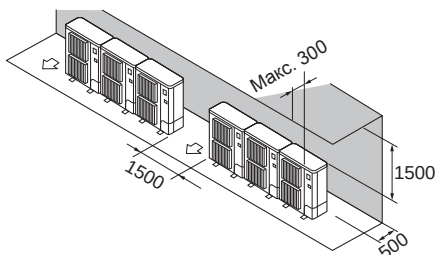

Fig. 2-9
- ② Перешкоди лише ззаду та зверху (Fig. 2-9)